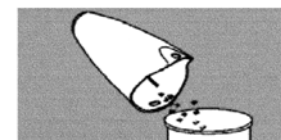

Fig. 7
3. Vacíe la tierra del recipiente. (Fig. 7)